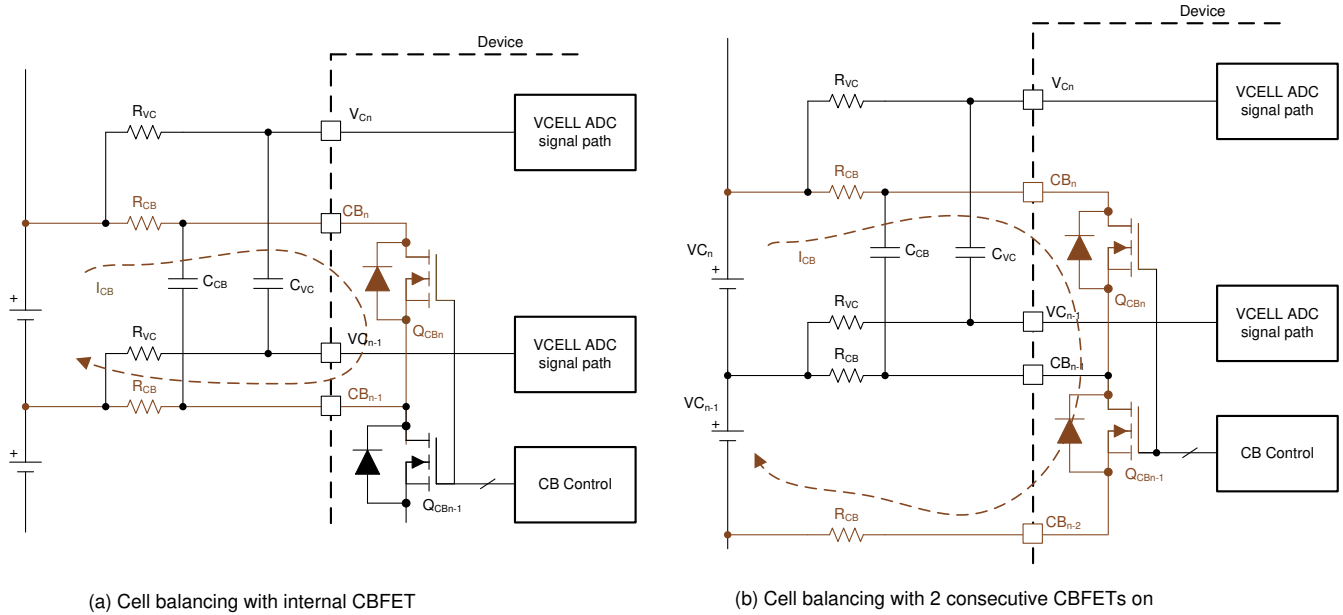

图 6-13. 内部电芯均衡和均衡电流的流动
- 无连续 CBFET 导通时的均衡 (图 6-13 (a)) :  $I_{CB} = V_{Cell} / ((2 \times R_{CB}) + R_{dson_{QCB}})$
- 两个连续 CBFET 导通时的均衡 (图 6-13 (b)) :  $I_{CB} = (两个 V_{CELL} 之和) / ((2 \times R_{CB}) + R_{dson_{QCBn}} + R_{dson_{(QCBn-1)}})$
- 手动均衡控制 ( $[AUTO\_BAL]=0$ )：通过该方法，器件将在接收到  $[BAL\_GO]=1$  后开启具有非零均衡计时器设置的 CBFET。在电芯均衡期间不会进行奇数和偶数通道切换，并且在该控制下  $BAL\_CTRL1[DUTY2:0]$  设置不适用。主机 MCU 可以通过该方法启用两个连续的 CBFET，并且最多可以启用八个 CBFET。当两个连续的 CBFET 启用并且两个通道都连接到电池电芯时，与没有相邻的 CBFET 开启相比，均衡电流显著不同（图 6-13）。提供  $DEV\_CONF[NO\_ADJ\_CB]$  位是为了在不打算开启相邻通道以进行均衡的系统中避免无意启用相邻的 CBFET。在该控制方法中，器件依靠 MCU 来启用适当的通道。如果 MCU 发送  $[BAL\_GO]=1$ ，但 CBFET 在无效条件下启用，则器件不会开始均衡并且会设置  $BAL\_STAT[INVALID\_CBCONF]=1$ 。无效配置为以下任一配置：